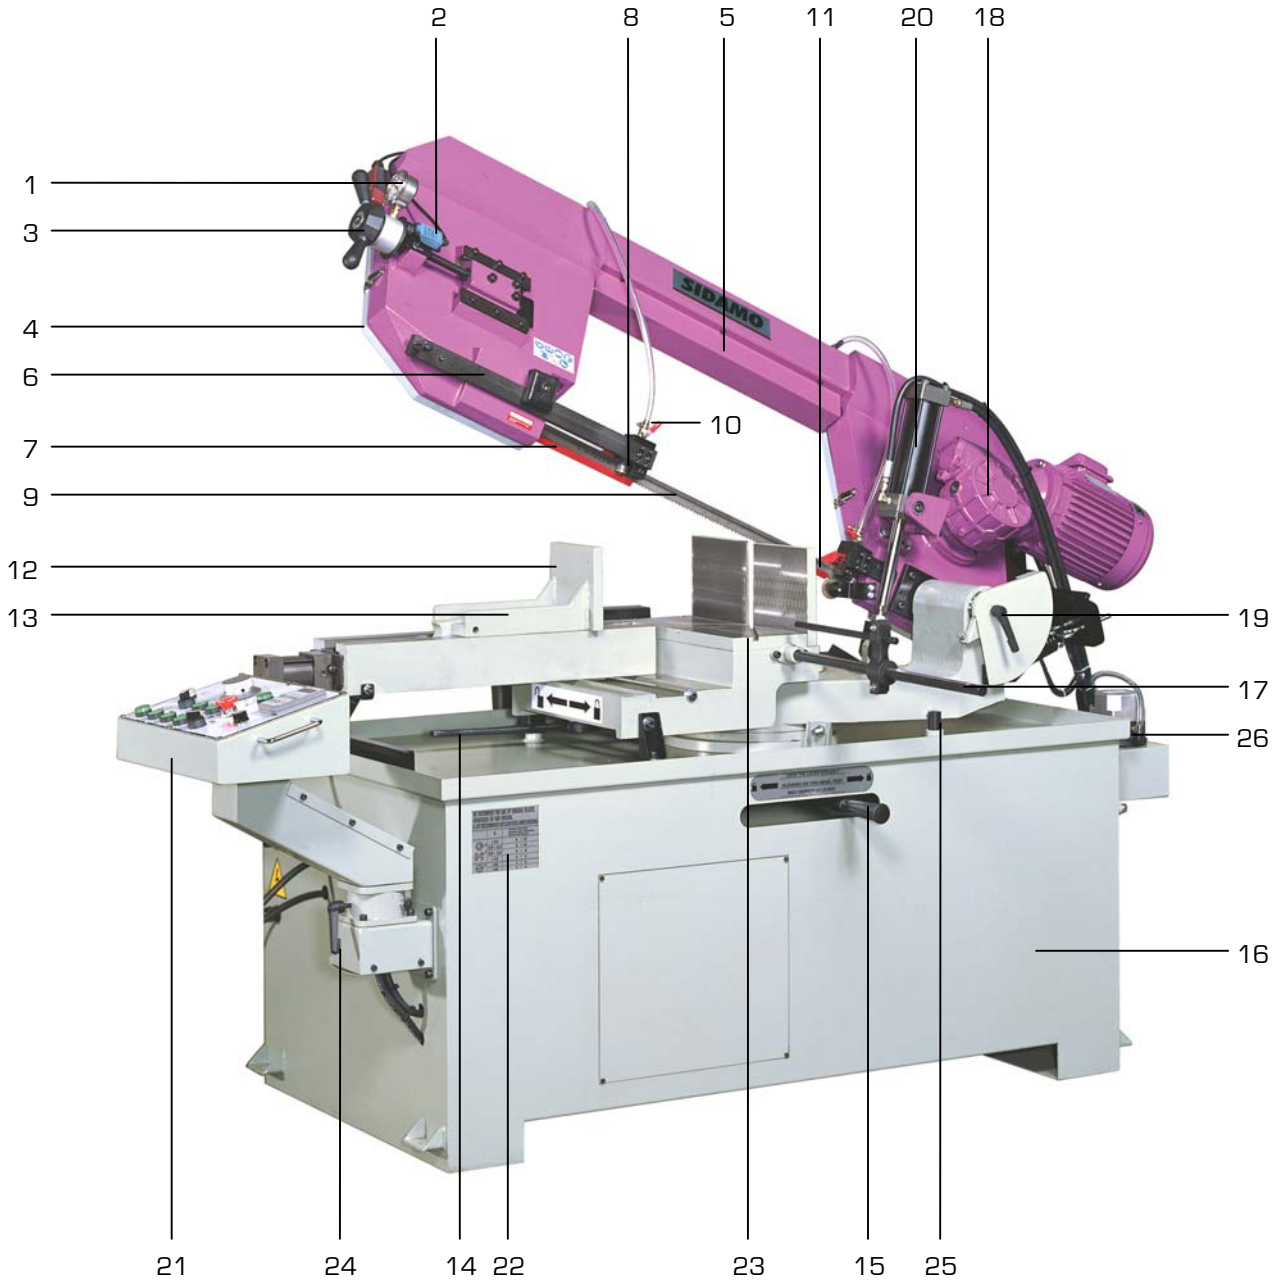

Figure 1
- Insérer la butée de coupe (17 fig.1) dans son siège sur la base droite de l'étau, puis la bloquer.